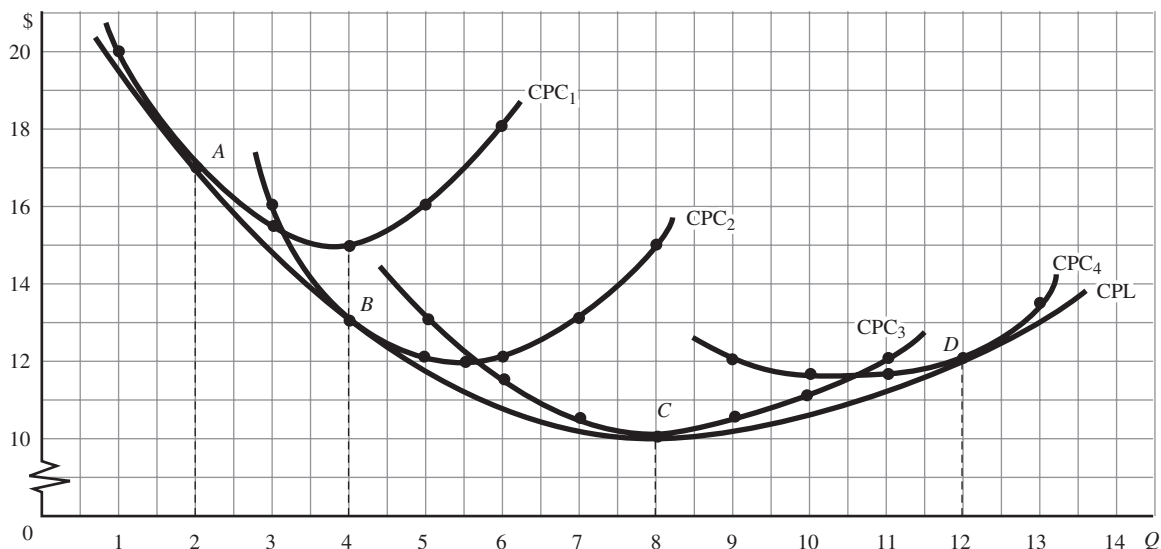
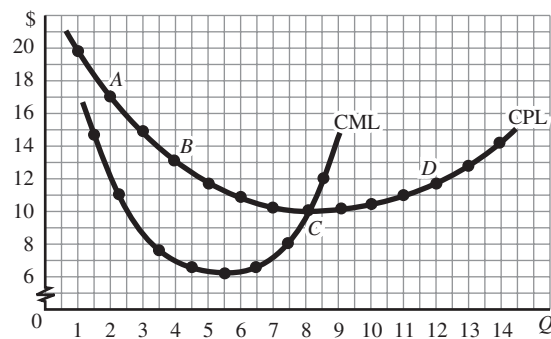

Figura 7-4
Figura 7-5
EJEMPLO 4 Suponga que cuatro escalas de plantas que la empresa podría construir en el largo plazo se determinan por CPC_1 , CPC_2 , CPC_3 y CPC_4 , tabla 7.3 y figura 7-4. Si la empresa espera obtener 2 unidades de producción por unidad de tiempo, construiría la planta determinada por CPC_1 y la operaría en el punto A, donde el CPC es de \$17. No obstante, si se esperan 4 unidades de producción, se construiría la planta determinada por CPC_2 y la operaría en B, donde el CP es de \$13. (Observe que también son posibles 4 unidades de producción en el punto más bajo de CPC_1 , pero con un CP de \$15.) Si la empresa esperara 8 unidades de producción construiría la planta mayor, señalada por CPC_3 y la operaría en C. Por último, para 12 unidades de producción, la empresa operaría en D, sobre CPC_4 . Podrían existir muchas otras curvas CPC, una para cada distinta opción de planta que podría erigirse en el largo plazo. Si después se traza una tangente a todas estas curvas CPC se obtiene la curva CPL.
Aunque las curvas CPC y la CPL en la figura 7-4 tienen forma de U, la razón de esto es bastante distinta. Las CPC declinan al principio, pero finalmente ascienden debido a la ley de los rendimientos decrecientes (resultado de la existencia de insumos fijos en el corto plazo). A largo plazo no hay insumos fijos y la forma de la curva CPL la determinan las economías y deseconomías de escala. Es decir, a medida que la producción aumenta desde niveles muy bajos, los rendimientos crecientes a escala ocasionan que la curva CPL decline inicialmente. Conforme la producción aumenta, pueden prevalecer las deseconomías a escala, haciendo que la curva CPL comience a ascender.
EJEMPLO 5 Los valores del CPL, columnas (2) y (1) de la tabla 7.4, se toman o estiman a partir de su curva correspondiente, figura 7-4. El CTL (mínimo) para obtener varios niveles de producción [columna (3)] se obtiene multiplicando la cantidad que se desea producir por el CPL correspondiente. Los valores del CML de la columna (4) se obtienen, entonces, al encontrar la diferencia entre valores sucesivos de CTL. En la figura 7-5 se muestra la curva CML resultante (junto con su curva CPL).